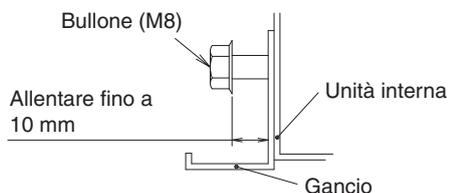
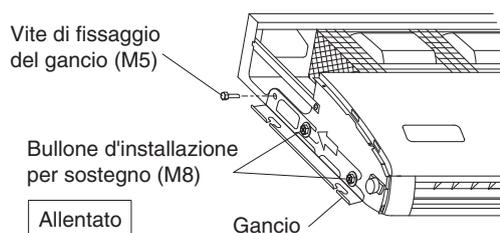

Fig. 7
Fig. 8
(Fare riferimento alla Fig. 7 e alla Fig. 8)
- Rimuovere la vite di fissaggio del gancio sul retro (M5) e tirare il gancio all'indietro (nella direzione della freccia) per rimuoverlo. (Fare riferimento alla Fig. 8)